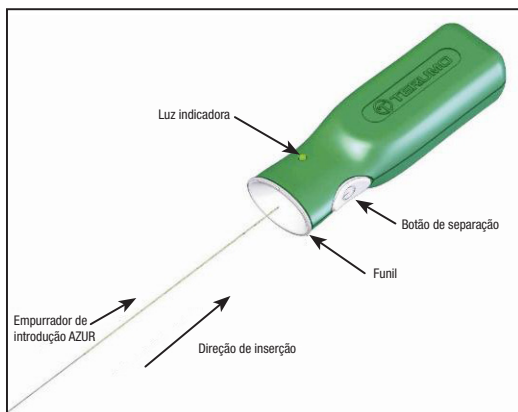

Figura 2 — Controlador de separação AZUR
15. Antes de utilizar o dispositivo, retire a extremidade proximal do empurrador de introdução do aro de embalagem. Tenha cuidado para não contaminar esta extremidade do empurrador de introdução com substâncias estranhas, como sangue ou contraste. Insira firmemente a extremidade proximal do empurrador de introdução na secção do funil do controlador de separação AZUR. Veja a Figura 2. **Não prima o botão de separação nesta altura.**
- Ligue a extremidade proximal do empurrador de introdução ao controlador de separação AZUR, inserindo firmemente a extremidade proximal do empurrador de introdução na secção do funil do controlador de separação AZUR. Veja a Figura 2.